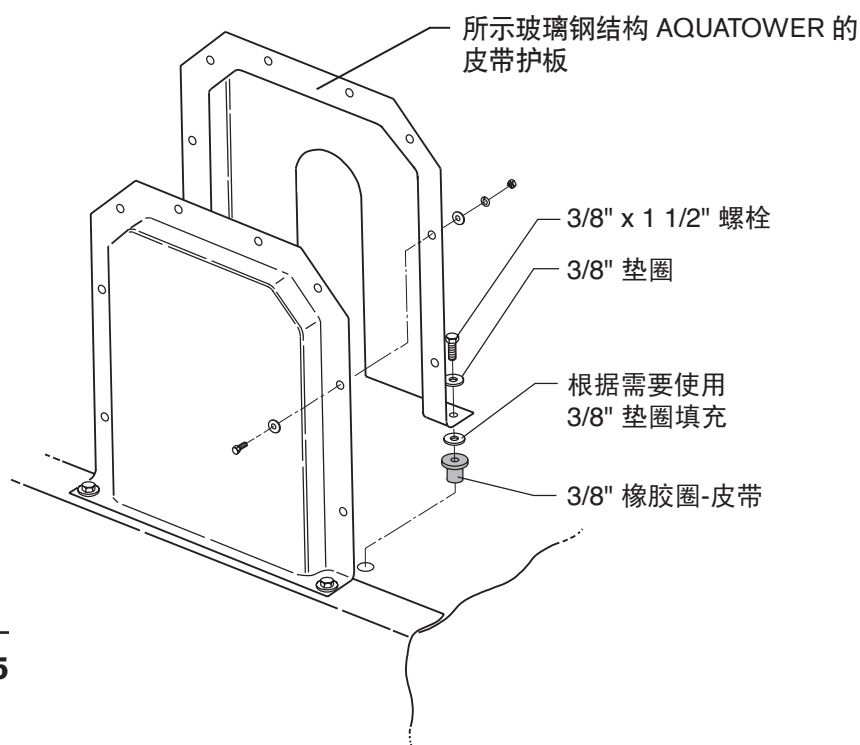

图 5
8. 对于钢结构冷却塔，如图 3 中所示安装皮带护板；对于玻璃钢冷却塔，请参见图 5。